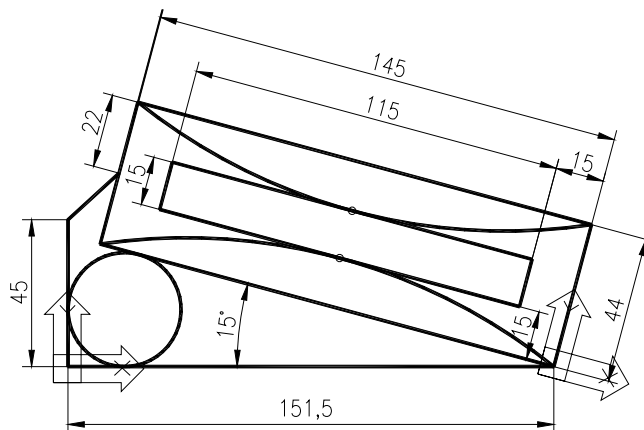

Fig. U5.3
1. Realizați desenul din Fig. U5.3 pe desenul prototip *FormatA3.dwg* întocmit anterior, plasând UCS-ul pe rând în cele două poziții indicate în figură (comanda UCS, opțiunile M, N și Z). Desenați mai întâi cele două laturi din partea stângă jos a desenului, apoi, după plasarea UCS-ului în poziția din dreapta și rotirea lui cu -15°, definitivați desenul. Verificați plasarea icon-ului UCS în origine, apelând meniul derulant *View > Display > UCS Icon > On*.